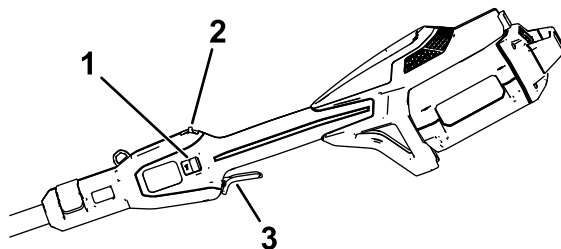

図 8
4. トリマーを始動するには、ロックアウトスイッチを引き、可変速度トリガーを押します (図 8)。